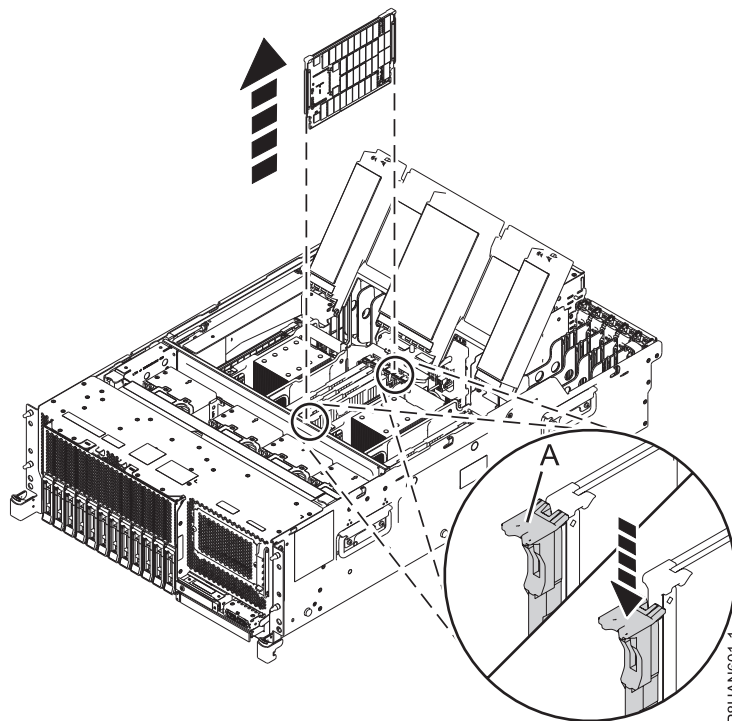

Figura 6. Extracció d'un mòdul de memòria del sistema
2. Per desbloquejar el mòdul de memòria del seu connector a la ranura, empenyeu les pestanyes de bloqueig (A) en la direcció que es mostra a Figura 6. L'acció de palanca de les pestanyes fa que el mòdul de memòria surti del connector.